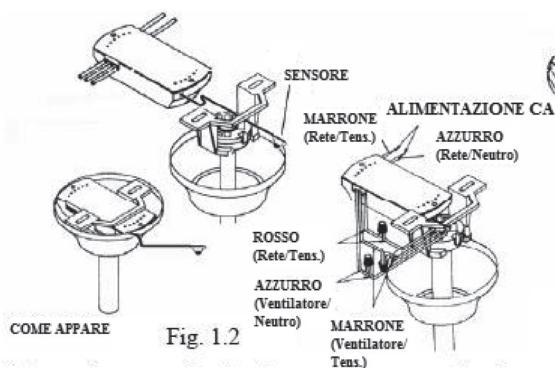

Fig. 1.2
- Una volta realizzati i collegamenti, inserite il ricevitore nel supporto che pende dal soffitto. La calotta servirà per coprire il ricevitore e il supporto (Fig. 1.2).